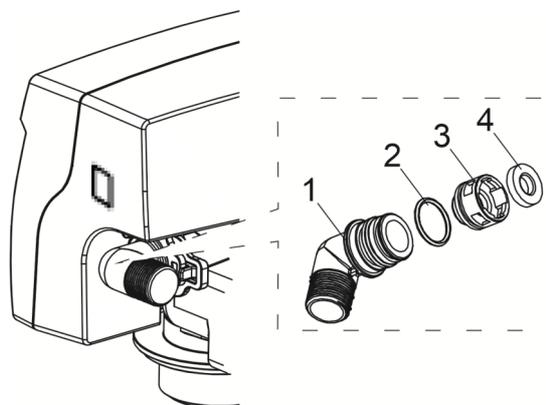

Рис. 6
9.11 Для соединения клапана управления с дренажной линией (канализацией) используется 3/4" BSPT дренажный фитинг, который состоит из: уголка (1), сальника фитинга (2), фиксатора дренажного фитинга (3), регулятора потока дренажной линии 4 (см. Рисунок 6). Убедитесь, что регулятор потока дренажной линии (4) установлен в фиксаторе дренажного фитинга (3). Присоедините дренажный фитинг к дренажной линии диаметром не менее 14 мм.